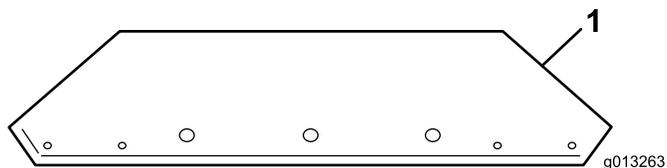
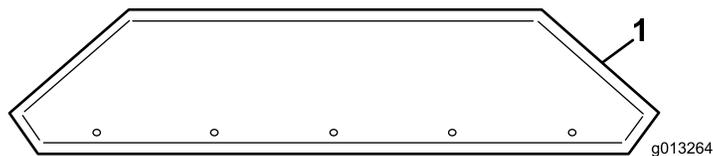

图10
图11
- 1. 将料斗延长组件从盒子中卸下、并确定前部和后部（图10和图11）。